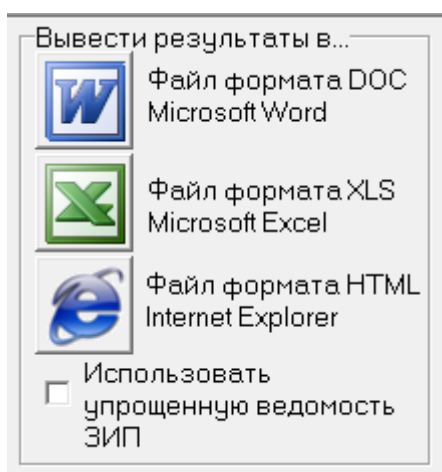

Рис. 3.17. Выбор формата файла для сохранения Отчёта
- Нажмите соответствующую кнопку (см. рис. 3.17).
Примечание: Если Вы хотите сформировать Отчёт для сокращенной ведомости ЗИП поставьте «галочку» напротив позиции «Использовать упрощенную ведомость ЗИП» (см. рис. 3.17).